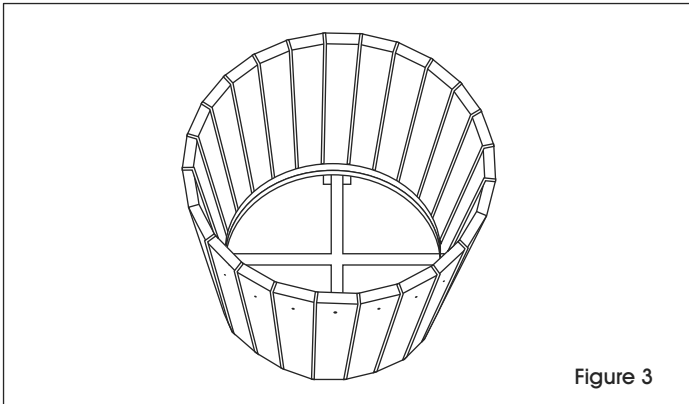

Figure 3
6. Répétez ce processus avec chaque planchette jusqu'à ce qu'elles soient toutes fixées sur l'anneau du bas. (Voir Figure 3)